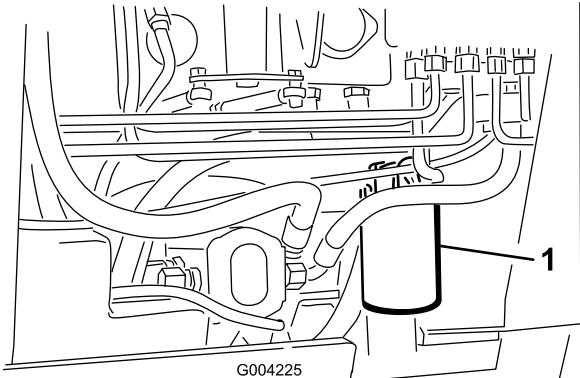

Figura 56
- Collocate una bacinella di spurgo sotto il filtro (Figura 56).
- Togliete il filtro usato (Figura 56) e pulite la superficie della guarnizione dell'adattatore del filtro.
- Montate il filtro idraulico di ricambio sull'adattatore del filtro (Figura 56). Girate il filtro in senso orario finché la guarnizione di gomma non tocca l'adattatore, quindi serrate il filtro di un altro 3/4 di giro.